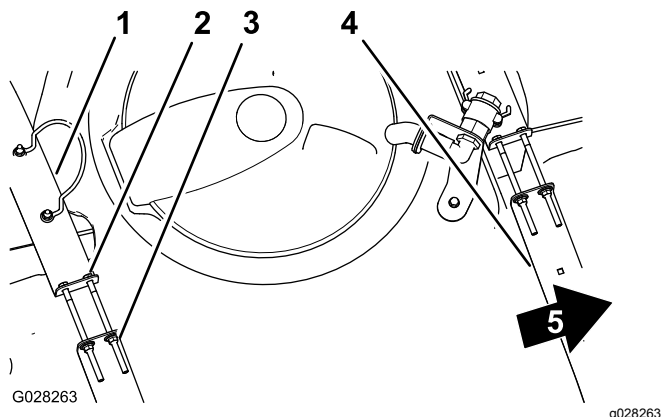

图 29
2. 检查药缸箍带与药缸之间是否有任何活动图 29。
3. 如果药缸箍带与药缸之间有松动应拧紧箍带顶部的凸缘锁紧螺母和螺栓直到箍带与药缸表面齐平图 29。